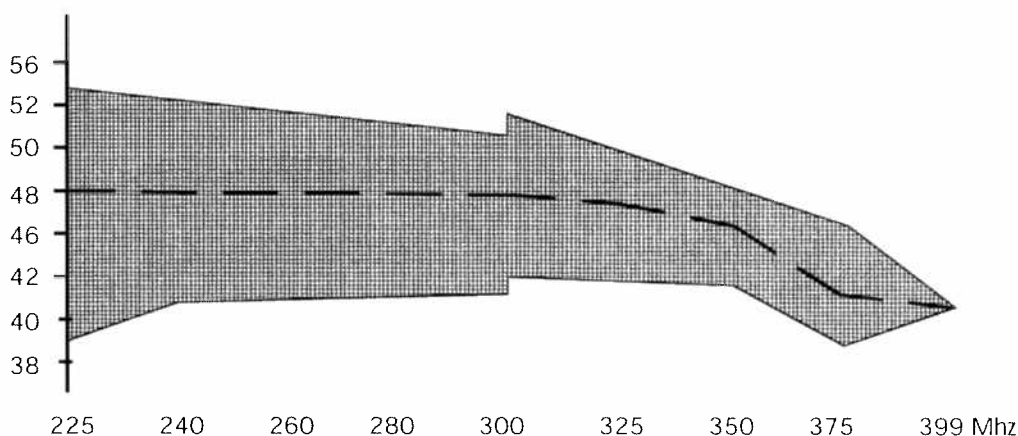

Bild 2
3.2.5.3 Kontrollera uteffekten vid samtliga provfrekvenser. Uteffekten skall ligga inom de gränser som är angivna på bild 2.
Det skuggade området på bild 2 anger normal spridning av mätvärdena kring den idealiska effektkurvan. I de fall uteffekten ligger utanför de yttre heldragna linjerna, utför felsökning på sändarenheten enligt speciell felsökningsföreskrift, TOUF FMR 18-000003.